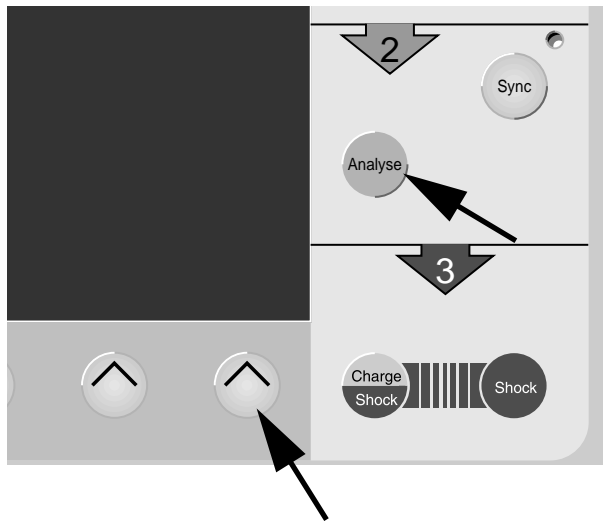

Bild 3-9. Tasten zum Umschalten auf manuelle Bedienung
- Drücken Sie zum Umschalten gleichzeitig die Tasten **F5** und **Analyse** (Bild 3-9).